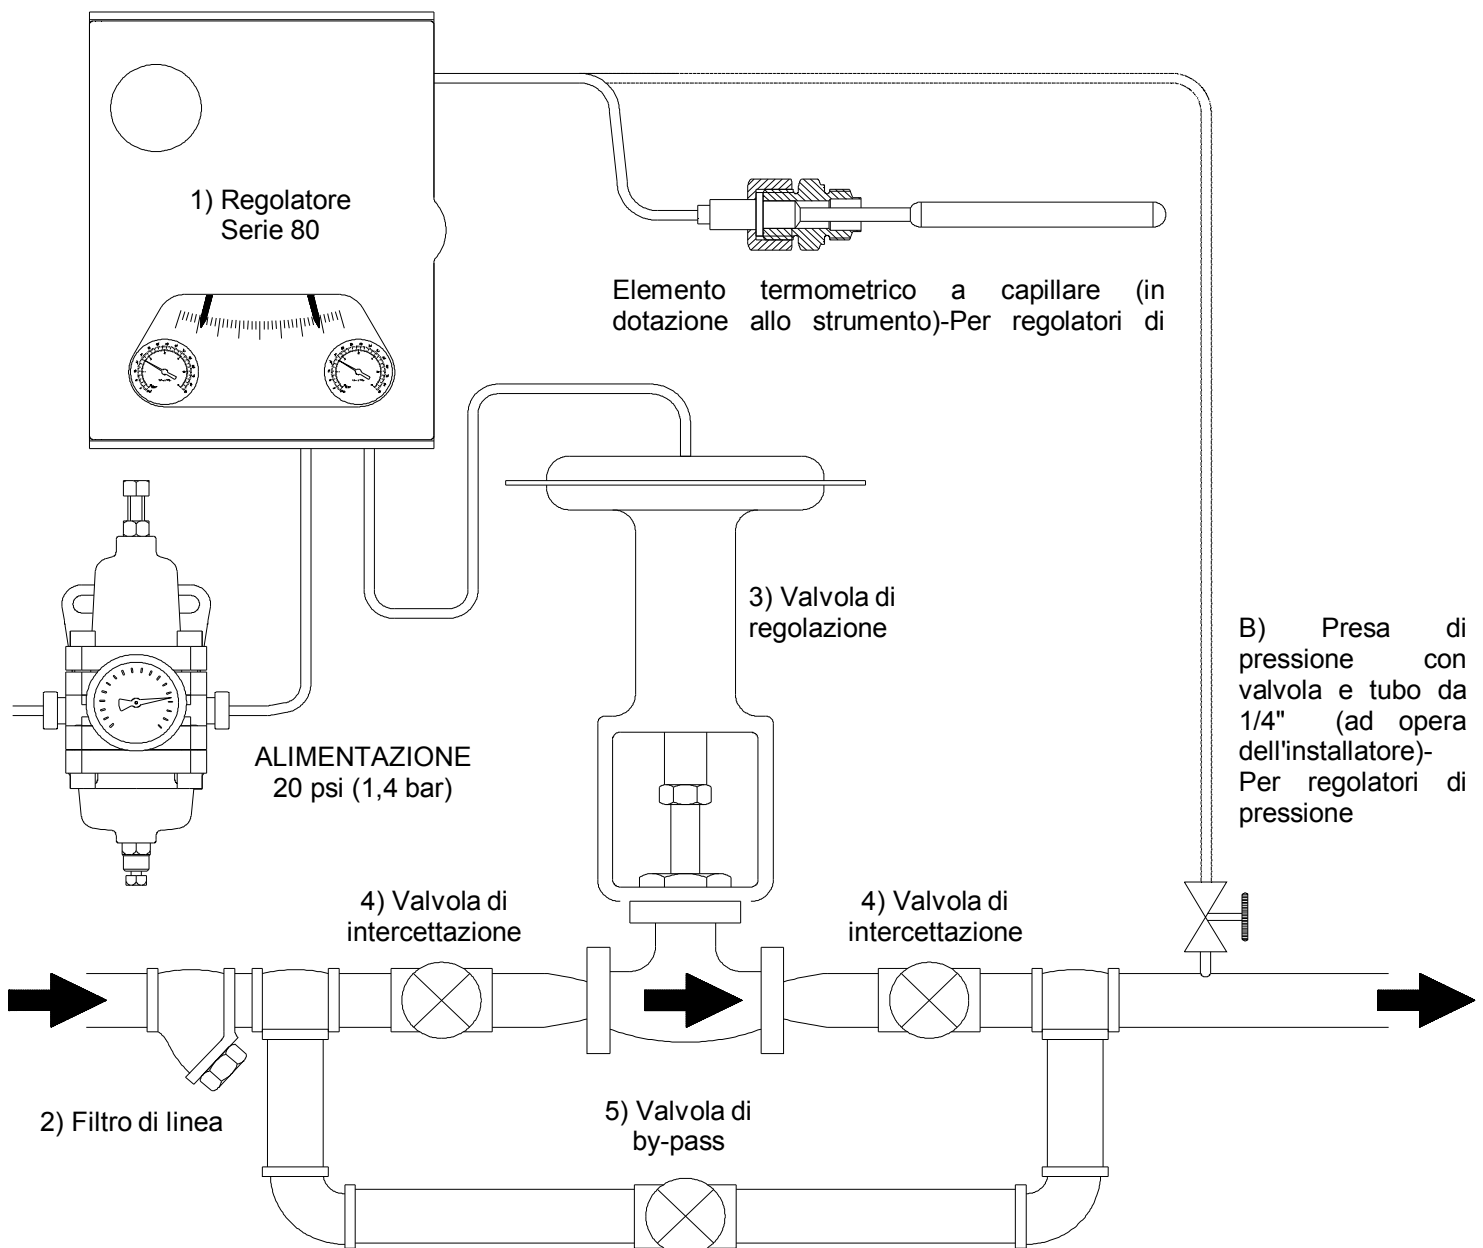

Fig. 2.2.1 "COLLEGAMENTO ALLA VALVOLA DI REGOLAZIONE"
2.2. COLLEGAMENTO ALLA VALVOLA DI REGOLAZIONE (Fig. 2.2.1)
C - Aprire completamente le valvole d'intercettazione situate a monte e a valle della valvola di regolazione, accertandosi che la valvola di by-pass sia chiusa vedi (Fig. 2.2.1)
D - Se la valvola di regolazione (3) è dotata di by-pass (5), controllare che quest'ultima sia ben chiusa e che la valvola d' intercettazione a valle (4) sia completamente aperta (vedi Fig.2.2.1).
E - Aprire lentamente e completamente la valvola d'intercettazione a monte della valvola di regolazione (4 Fig. 2.2.1).
E - Se la valvola di regolazione (3) è dotata di by-pass (5), controllare che quest'ultima sia ben chiusa e che la valvola d' intercettazione a valle (4) sia completamente aperta (vedi Fig.2.2.1).
F - Aprire lentamente e completamente la valvola d'intercettazione a monte della valvola di regolazione (4 Fig. 2.2.1).
F - Se la valvola pneumatica (3) è dotata di by-pass (5), controllare che quest'ultima sia ben chiusa e che la valvola d' intercettazione a valle (4) sia completamente aperta (vedi Fig.2.2.1).
G - Aprire lentamente e completamente la valvola d'intercettazione a monte della valvola (4 Fig. 2.2.1).